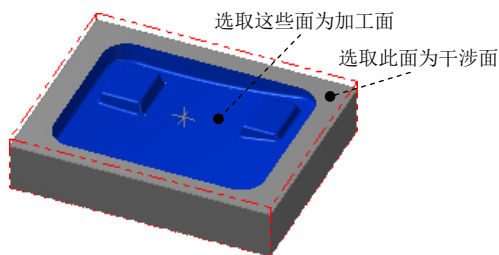
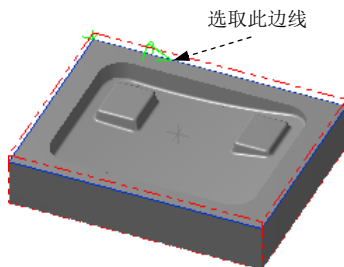

图 10.12 选取加工面和干涉面
图 10.13 选取边界线
(1) 在图形区中选取图 10.12 所示的曲面，然后按 Enter 键，系统弹出“刀具路径的曲面选取”对话框。
(2) 单击 **检测** 区域中的 按钮，选取图 10.12 所示的面为干涉面，然后按 Enter 键。单击 **Containment boundary** 区域中的 按钮，系统弹出“串连选项”对话框，采用“串联方式”选取图 10.13 所示的边线。单击 按钮，系统返回至“刀具路径的曲面选取”对话框。单击 按钮，系统弹出“曲面残料粗加工”对话框。